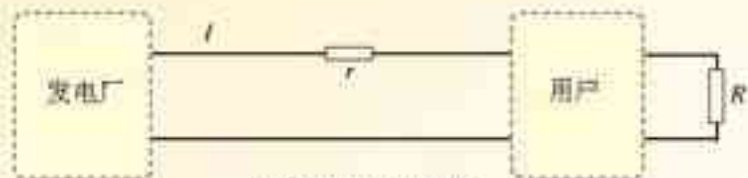

图5-5-2 输电电路图
假定输电线路中的电流是 I ，两条导线的总电阻是 r 。在图5-5-2中，导线的电阻集中画为一个电阻 r ①。